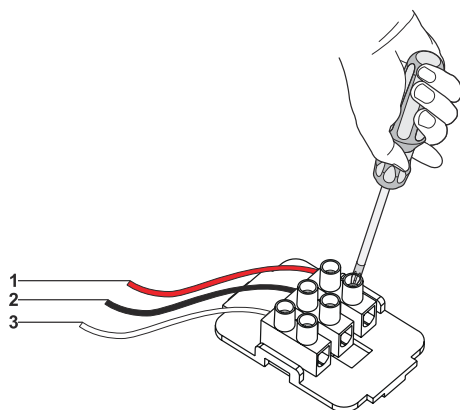

Fig. 12
- 1. ➤ NC / COM:** När dessa 2 anslutningar används och fläkten stängs av kommer fläkten skicka en signal till den anslutna enheten (Fig. 12).
- 2. ➤ NO / COM:** När dessa 2 anslutningar används och fläkten sätts på kommer fläkten skicka en signal till den anslutna enheten (Fig. 12).